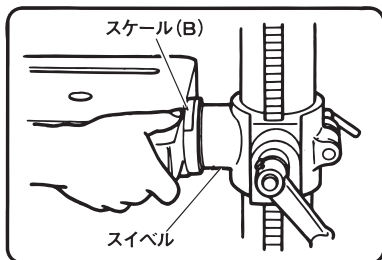

図 9
- (2) つぎに、ボルト(A)をゆるめテーブルを傾けテーブルの刻印線をスイベルのスケール(B)の角度目盛に合わせてください。(図9)